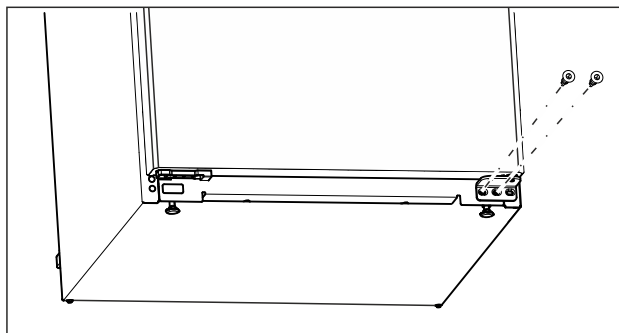

Fig. 14
- ▶ Skru den midterste skrue på det nederste hængsel af med en Torx 20-skruetrækker. (se Fig. 14)
- ▶ Skru den inderste skrue på det nederste hængsel af med en Torx 20-skruetrækker. (se Fig. 14)